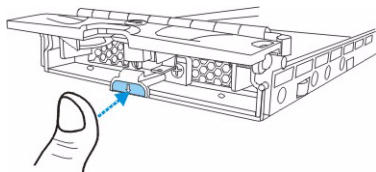

图 6.2 打开驱动器托架的前挡板
2. 推动驱动器托架前面的按钮，打开驱动器托架上的前挡板。此按钮易于操作。（参见图 6.2）